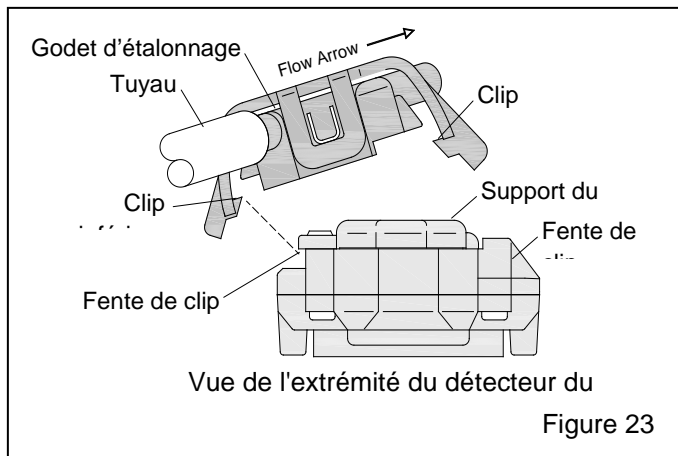

Figure 23
5.4.3 Consultez la figure 23 pour fixer le godet puis le clip de fixation inférieur du godet d'étalonnage sous la fente inférieure.